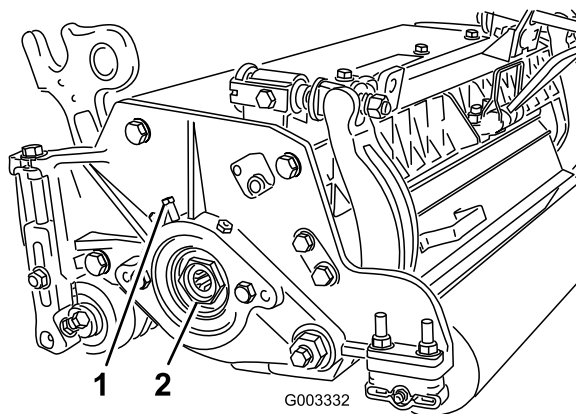

Figure 33
- A. Desserrez la vis extérieure qui fixe l'écrou de réglage au logement de roulement situé sur le côté gauche du plateau de coupe (Figure 33).